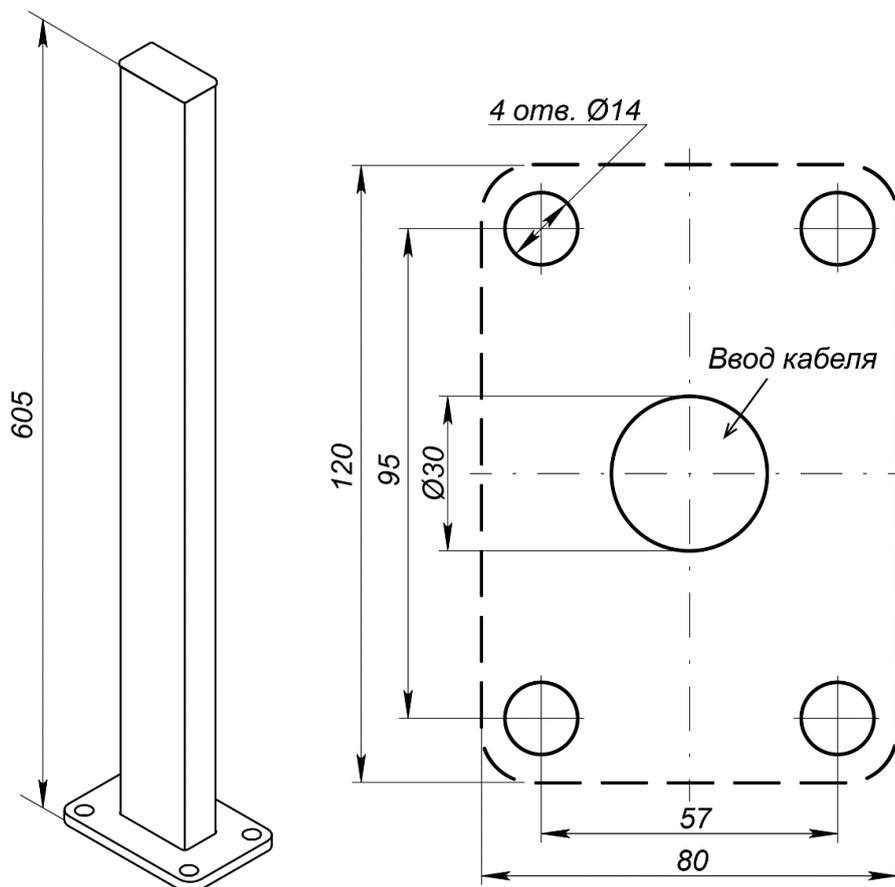

Рисунок 14. Внешний вид и схема разметки отверстий для установки стойки для фотоэлемента безопасности PERCo-GDS1
Фотоэлемент безопасности может устанавливаться на стойке **PERCo-GDS1** (входит в дополнительный комплект поставки) (см. рис. 14).
2. Выполните в установочной поверхности отверстия под гильзы анкеров в соответствии со схемой разметки (см. рис. 14), а также штробы для проводов питания и соединения при необходимости. Размер отверстий на схеме указан для анкеров типа PFG IH8 («SORMAT»), при использовании других типов анкеров необходимо выполнять отверстия соответствующих им диаметра и глубины.